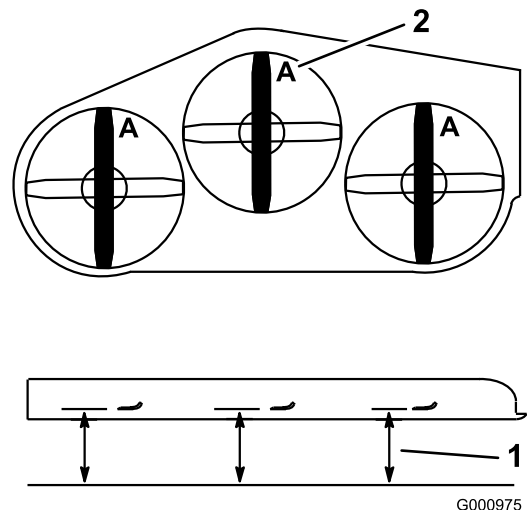

Figura 75
2. Mida desde una superficie nivelada hasta el filo de corte, posición A, de las cuchillas (Figura 75).